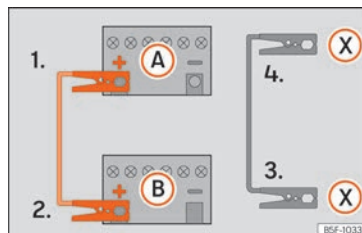

Fig. 83 Schéma de branchement pour les véhicules équipés du système Start-Stop.
- 4b. *Sur les véhicules avec système Start-Stop* : raccordez une extrémité du câble d'urgence *noir* **(X)** à une borne de mise à la terre appropriée, à une pièce métallique massive vissée au bloc-moteur, ou au bloc-moteur lui-même » fig. 83.